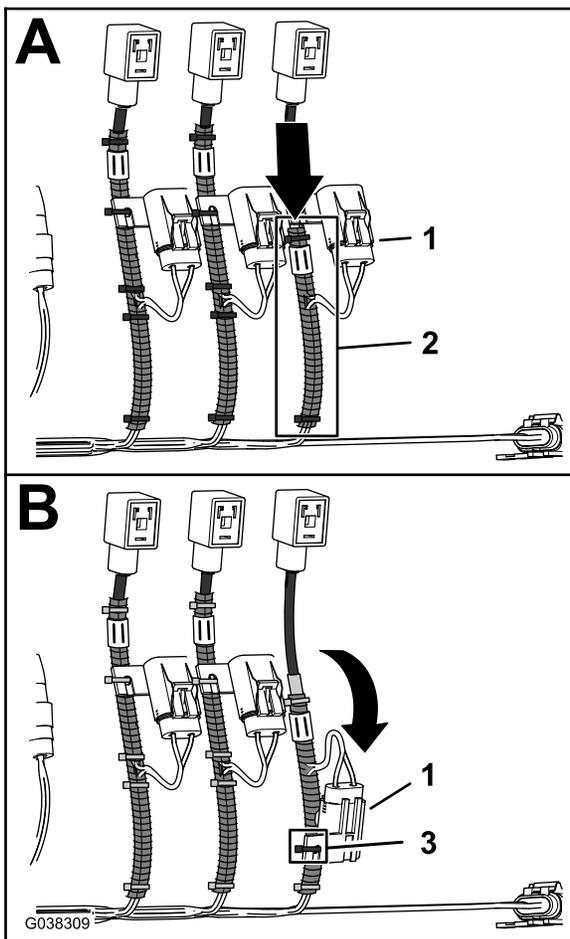

Bild 31
- 3. Positionieren Sie den Wellschlauch zum Hauptzweig des Kabelbaums, wie in Bild 31 abgebildet.
- 4. Fluchten Sie den internen Sicherungskasten mit dem Wellenschlauch aus, wie in Bild 31 abgebildet, und befestigen Sie den Sicherungskasten mit einem Kabelbinder am Schlauch.